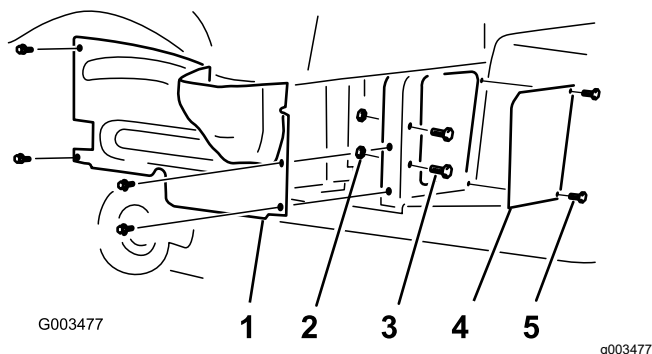

Figura 1
2. Scoatei cele 4 uruburi cu guler care fixează suportul roii din dreapta pe cadru (Figura 1).
4. Scoatei cele 2 uruburi, 2 boluri, 2 aibe i 2 piulie care fixează panoul sitei de cadru i păstrați aibele pentru instalare ulterioară (Figura 1).